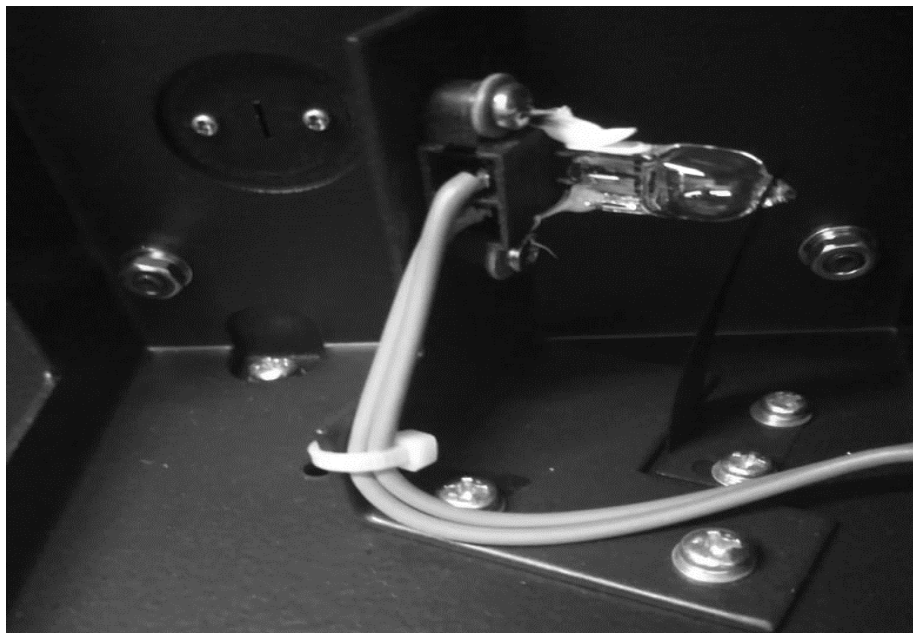

Рисунок 7. Спектрофотометр В-1100 - лампа.
- Аккуратно выньте лампу из гнезда. (Рис.7).